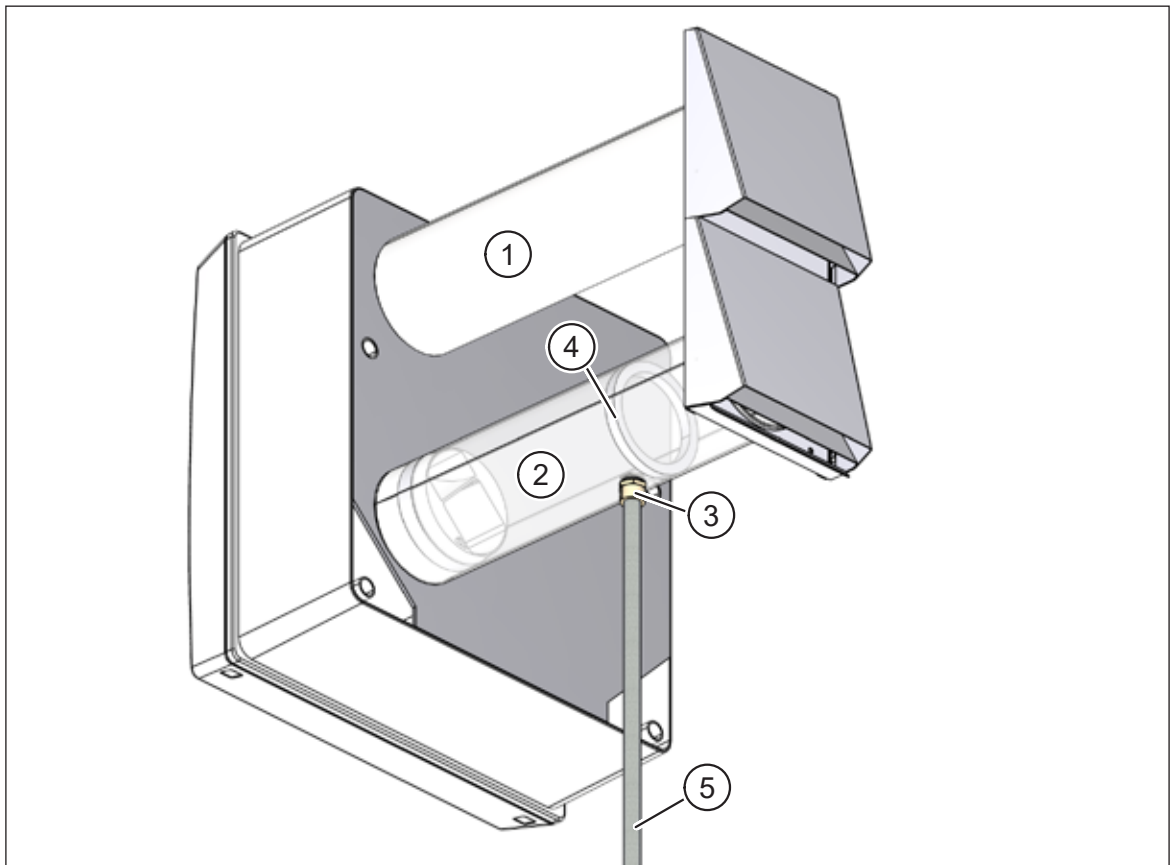

Abb. 33: Kondensatabführung am Fortluftrohr
- Außenluftrohr, DN 100, 0,5 m (Pos. 1 in Abb. 33)
- Fortluftrohr DN 100, 0,5 m (Pos. 2 in Abb. 33), mit 1/2“-Außengewindeanschluss (Pos. 3 in Abb. 33) und Barriere (Pos. 4 in Abb. 33) zum Rückhalten des Kondensats.
- Schützen Sie das Kondensatableitungsrohr (Pos. 5 in Abb. 33) in kalten Regionen vor Frost, z. B. durch Verlegung hinter der Fassadendämmung.